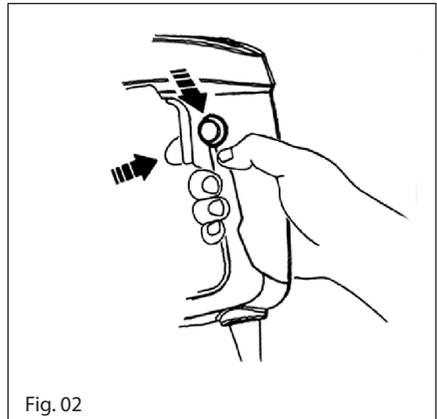

Fig. 02
Botão de pressão (4) On & Off (fig.02).
Botão de bloqueio (5) On & Off (fig.02).